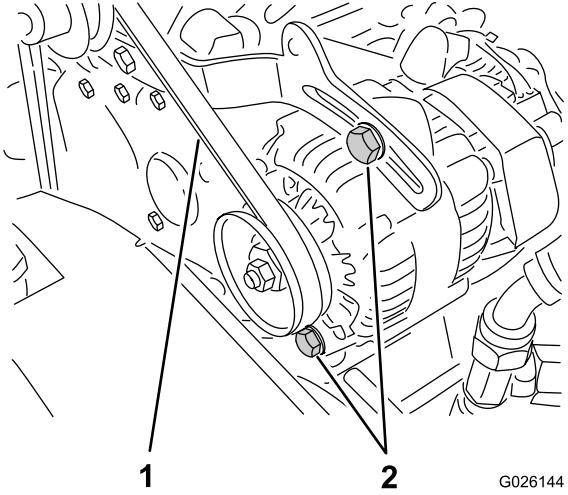

Figura 66
2. Verifique a tensão pressionando a correia a meio curso entre o cárter e as polias do alternador com uma força de 10 kg (Figura 66).
- A. Desaperte os 2 parafusos de fixação do alternador (Figura 66).
- B. Utilizando uma barra de apoio, rode o alternador até atingir uma tensão adequada da correia; depois, aperte os parafusos de montagem (Figura 66).